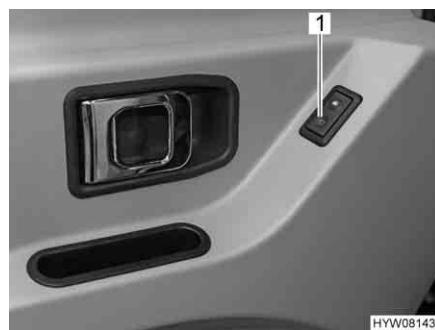

Fig. 15 Interruttore per l'alzacristalli elettrico nella porta conducente
- Premere l'interruttore (Fig. 15,1).